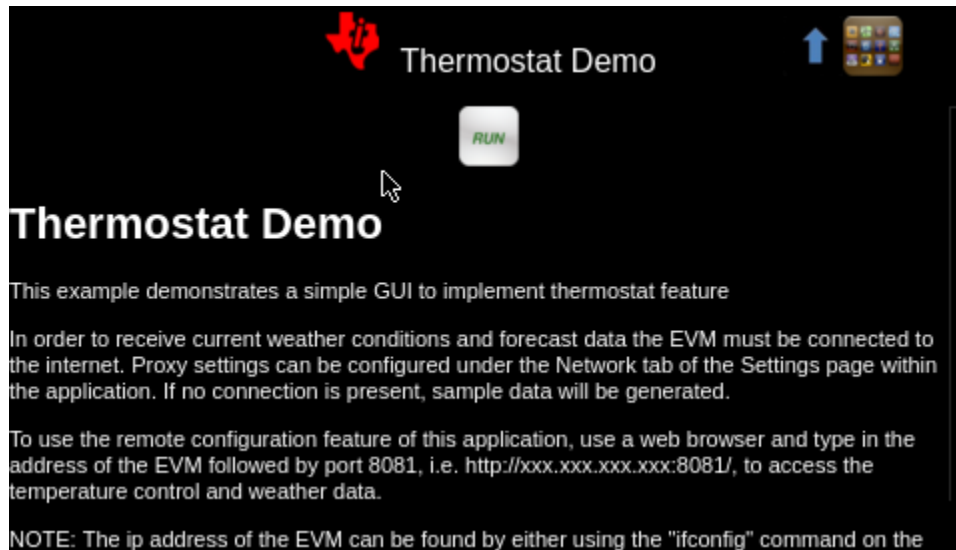

图 8. Smart Thermostat HMI Description and Run Screen
3. 图 8 出现在屏幕上。单击 *Run* 按钮以启动 Smart Thermostat HMI 演示 GUI。